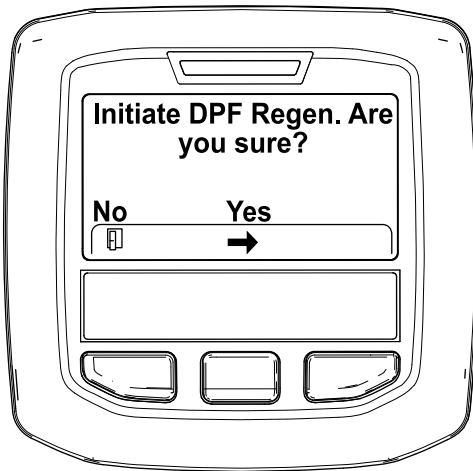

図 40
4. Initiate DPF Regen. Are you sure? というメッセージが表示されるので、中央ボタンを押す 図 40。